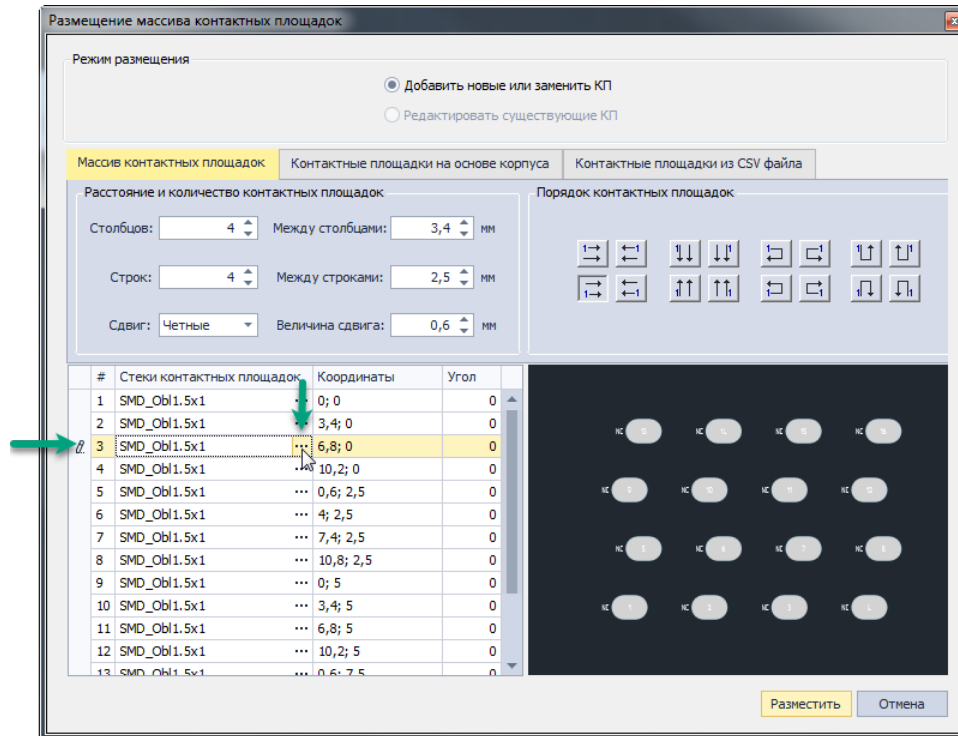

Рис. 100 Выбор типа контактной площадки
1. Нажмите на символ «...» в правой части столбца «Стеки контактных площадок», см. Рис. 100.